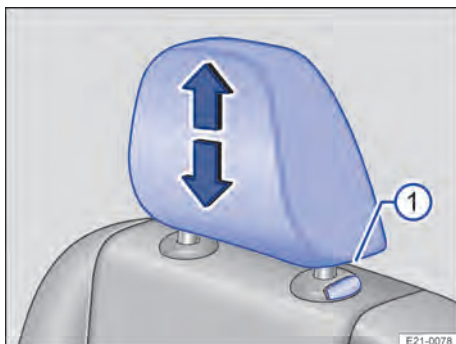
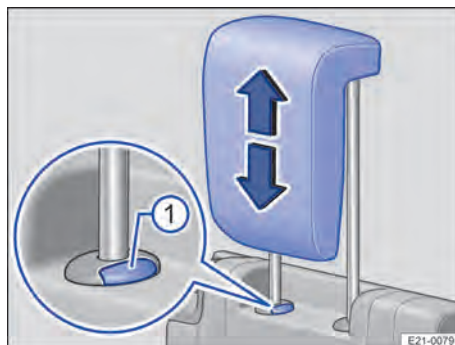

Abb. 78 Zweite Sitzreihe: Kopfstütze ausbauen.
Abb. 79 Dritte Sitzreihe: Kopfstütze ausbauen.
- Kopfstütze bei gedrückter Taste → Abb. 78  bzw. → Abb. 79  ganz herausziehen.